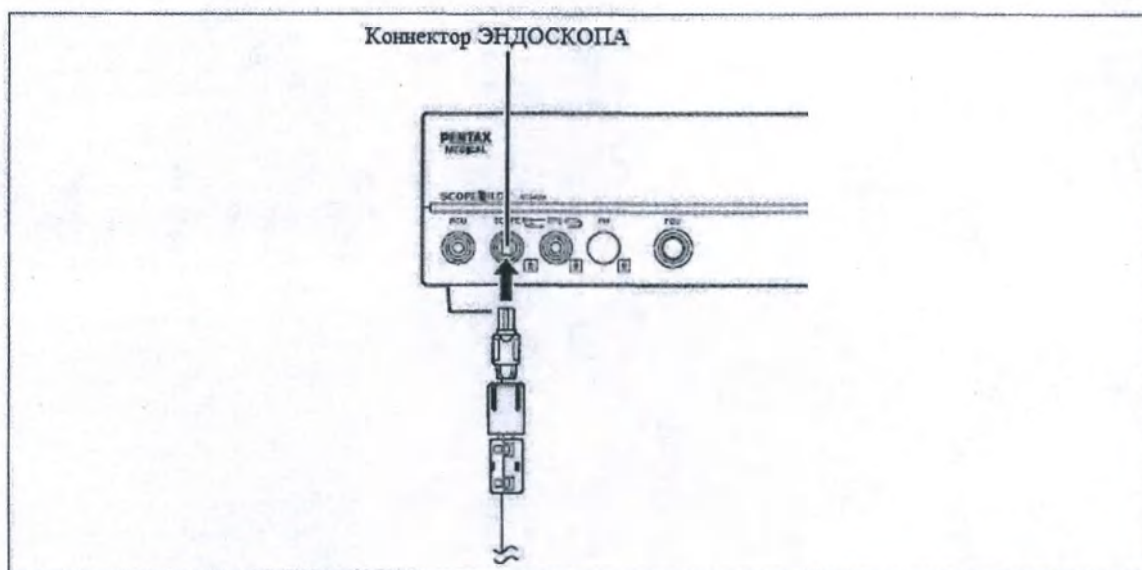

Рисунок 18. Схематические изображения. Подключение кабеля видеоэндоскопа к УУН.
2. Подсоедините конец кабеля УУН с защитной оболочкой к разъему SCOPE (ЭНДОСКОП) на передней панели УУН (см. рисунок 18).